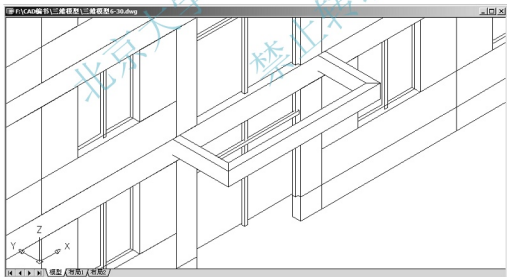
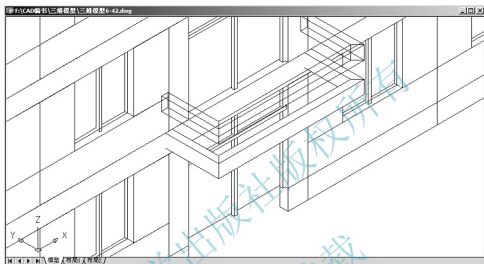

图 6.40 将二层阳台的挑梁和封边梁移动就位
图 6.41 复制生成阳台扶手
- (1) 在命令行输入“M”后按 Enter 键，启动【移动】命令。
- (2) 在**选择对象**: 提示下，选择刚才绘制的挑梁和封边梁。
- (3) 在**指定基点或 [位移(D)] <位移>**: 提示下，在绘图区域单击任意一点作为移动的基点。
- (4) 在**指定基点或 [位移(D)] <位移>**: **指定第二个点或 <使用第一个点作为位移>**: 提示下，输入“@0<0, 3900”，表示将挑梁和封边梁向 Z 轴正方向移动 3900(3300+600)mm，结果如图 6.40 所示。
- (1) 在命令行输入“CO”后按 Enter 键, 启动【复制】命令。
- (2) 在**选择对象**: 提示下, 选择如图 6.40 所示的挑梁和封边梁。
- (3) 在**指定基点或 [位移(D)] <位移>**: 提示下, 在绘图区域单击任意一点作为复制的基点。
- (4) 在**指定基点或 [位移(D)] <位移>**: **指定第二个点或 <使用第一个点作为位移>**: 提示下, 输入“@0<0, 1100”, 表示将挑梁和封边梁向 Z 轴正方向移动 1100(=900+200) mm, 结果如图 6.41 所示。